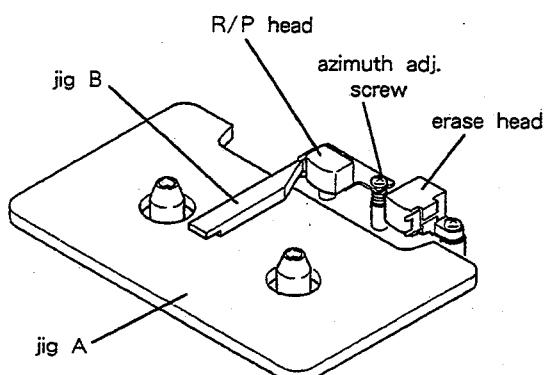

Fig. 2-7
- 1). Set jig A as shown in Fig. 2-7, then set the deck to PLAY mode.
- 5). Play back the 10 kHz signal on test tape MTT-256, then adjust the azimuth adjustment screw (Fig. 2-7) so that the phase difference between the L and R channels is 0°.
- 1). 図2-7のように治具 A をセットし、PLAY モードにする。
- 5). テスト・テープ MTT-256の10kHzを再生して、LchとRch の位相差が 0° になるようにアジャス調整ネジ (図2-7) で調整する。